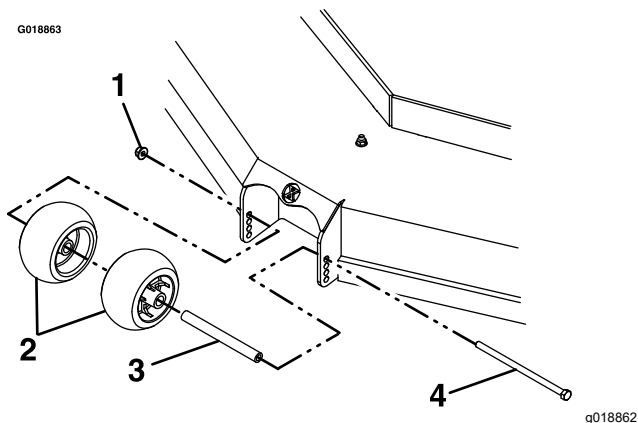

Figure 30
4. Après avoir réglé la hauteur de coupe, réglez les galets anti-scalp en retirant les fixations (**Figure 30**).
6. Serrez le contre-écrou ($\frac{3}{8}$ po) à un couple de 41 à 47 N·m (30 à 35 pi·lb), comme montré à la Figure 30.